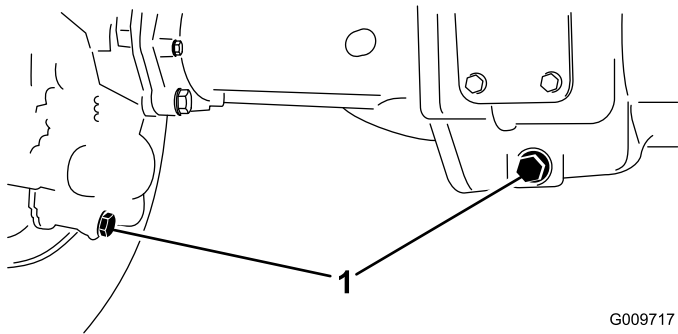

Figura 73
2. Limpie la zona alrededor de los tres tapones de vaciado, uno en cada extremo y uno en el centro (Figura 73).